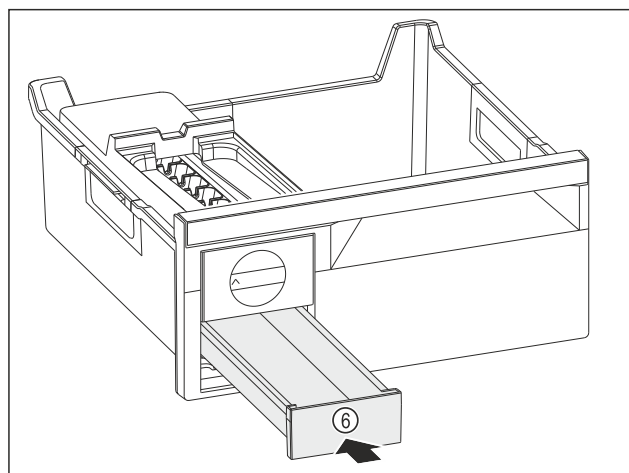

Fig. 109
- Ijsblokjesvak Fig. 109 (6) inschuiven.